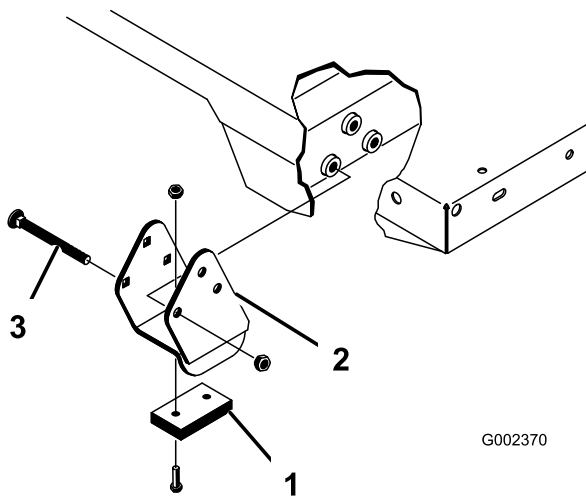

Рисунок 25
Убедитесь, что распорные кронштейны и износные колодки (Рисунок 25) установлены так, что головки каретных болтов находятся внутри автомобиля.
2. Аккуратно установите кузов на раму автомобиля, совместив отверстия в задней шарнирной плите кузова с отверстиями в заднем швеллере рамы, и установите два шплинтуемых штифта и шплинты (Рисунок 25).
4. Вставьте шплинтуемый штифт с наружной стороны кузова, при этом шплинт должен находиться снаружи (Рисунок 25).